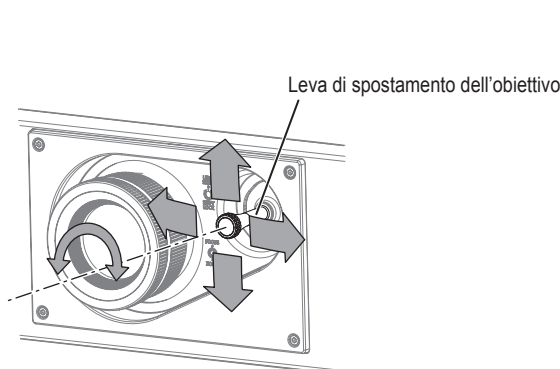

Fig. 1
3) Regolare lo spostamento dell'obiettivo. (Fig. 1)